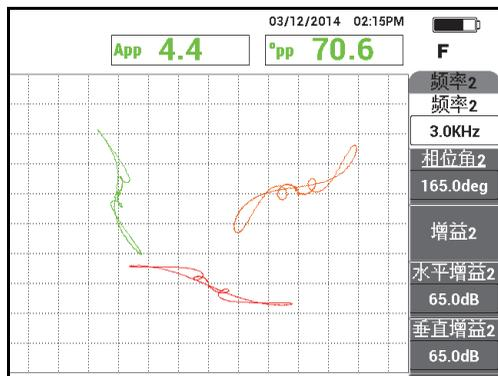

图 5-141 对管板圆环的扫查
7. 将探头放置在管板圆环附近的无缺陷区域，然后按“平衡”脚踏开关。扫查管板圆环，并在扫查完成时按冻结键（❄️）（参见第 212 页的图 5-141）。